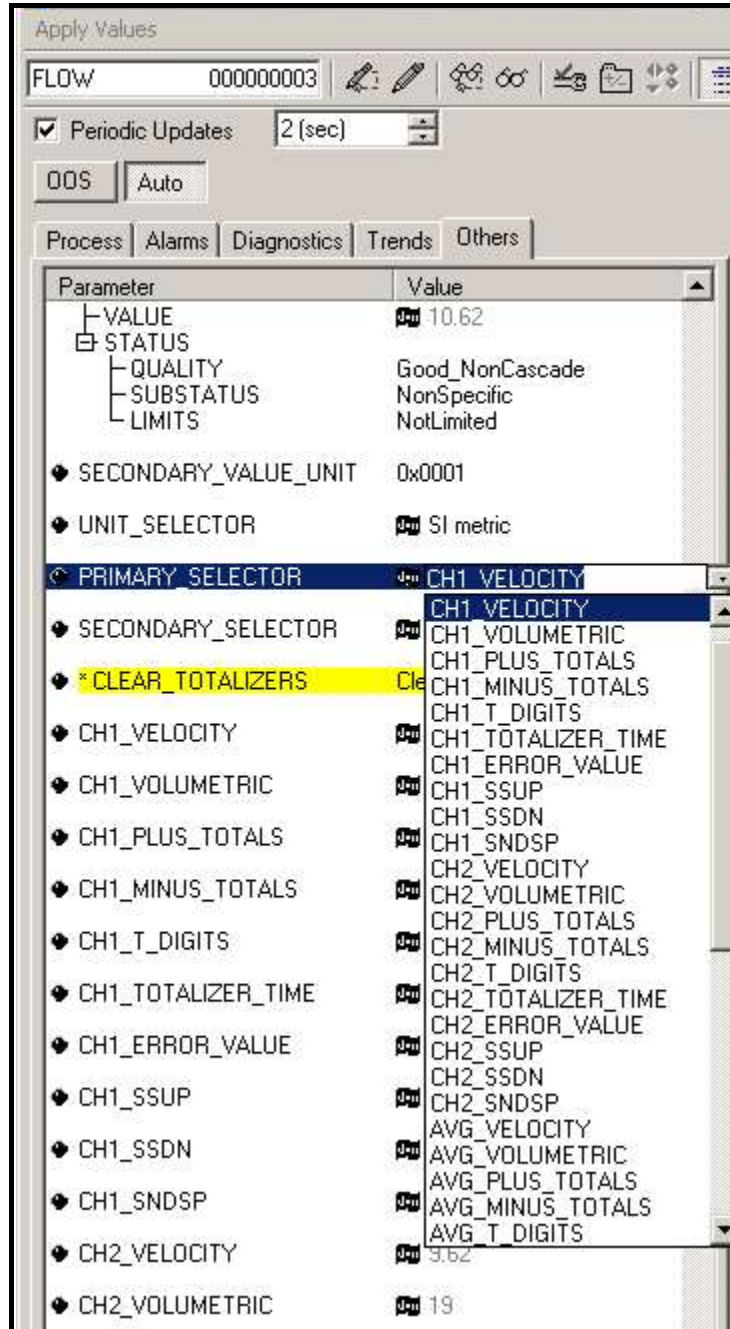

Figura 60: Lista desplegable del selector primario
2. Seleccione la pestaña Otros y abra la lista desplegable para el PRIMARY_SELECTOR y SECONDARY_SELECTOR (consulte la *Figura 60* en la *página 113*).
3. Elija la unidad de la lista (véase la *Figura 60* en la *página 113*).
- Una vez seleccionadas las medidas deseadas para PRIMARY_SELECTOR y SECONDARY_SELECTOR, elija el sistema de unidades (UNIT_SELECTOR sobre PRIMARY_SELECTOR) que se programó en el medidor de caudal (imperial o SI), como se muestra en la *Figura 60*.